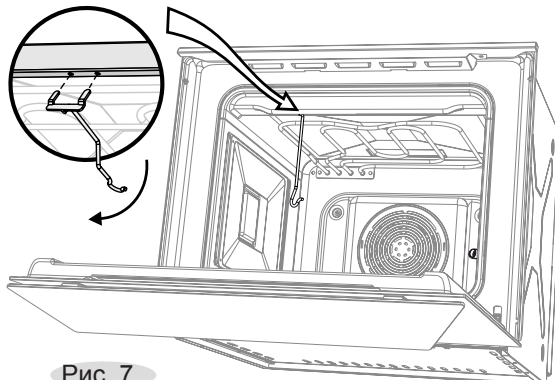

Рис. 7
- Установите крючок, для чего вставьте «усы» крючка в пазы верхней полки в левой части духовки и опустите крючок вниз (рис.7).
- Установите крючок, для чего вставьте «усы» крючка в пазы верхней полки проема духовки и опустите крючок вниз (рис. 7).